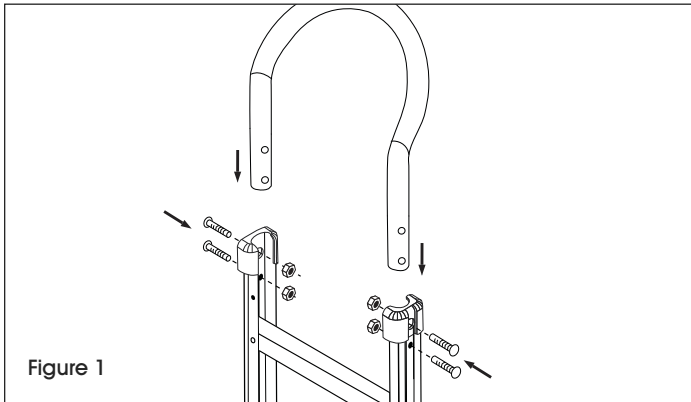

Figure 1
1. Insérez la poignée dans les glissières à l'extrémité supérieure du cadre. Alignez les trous de la poignée et du cadre. Insérez quatre boulons de 6 mm à travers le cadre et la poignée et fixez-les à l'aide d'écrous freinés. (Voir Figure 1)